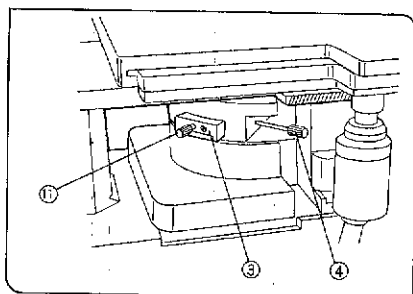

図 94
- 3) 透過微分干涉プリズム(U-DICT)③をアナライザを下側にして光路に入れ、固定つまみ④を回して固定します。(図94)
◎アナライザ(IX-AN)⑤を使用する場合は、表示面を上にしてレボルバ下のスライダ溝⑥に鏡体左側から入れ、クリック位置まで押し込みます。その場合、アナライザ(U-ANT)は使用しません。(図94,95)
- 9) 透過微分干渉プリズムのプリズム移動つまみ⑪を止まるまで時計方向に回していくと、黒の干渉縞を狭んで、虹色の干渉縞が出てきますが、ここでは黒の干渉縞を出します。(図94,98)